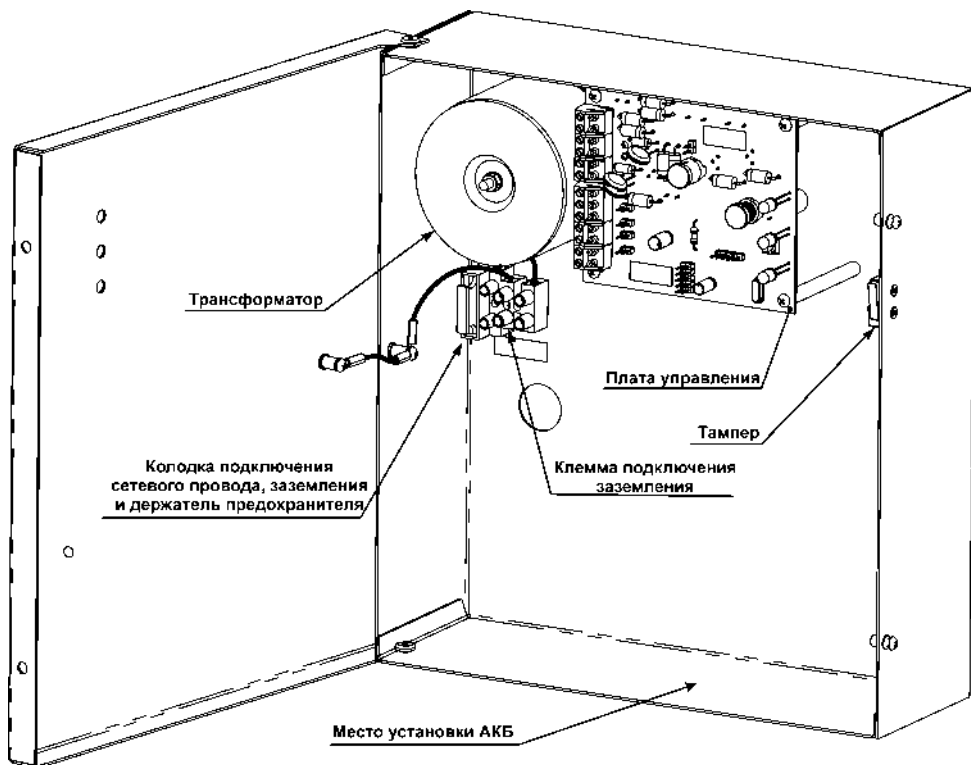

Рисунок 3 - Вид прибора ИПС-12/2 с открытой крышкой
- Подключить провод питания сети 230 В к клеммной колодке – Рисунок 3.